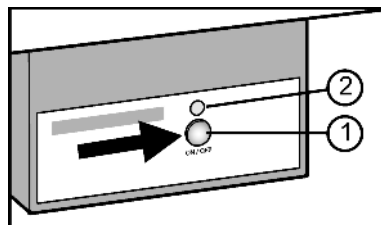

Fig. 14
- ▶ Druk op de toets On/Off Fig. 14 (2), zodat de LEDs Fig. 14 (2) branden.